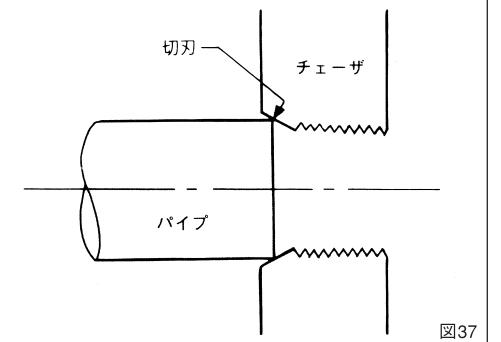

図37
■ねじ切りの注意事項(図37)
- ① パイプにチーザを食い付かせる時のご注意